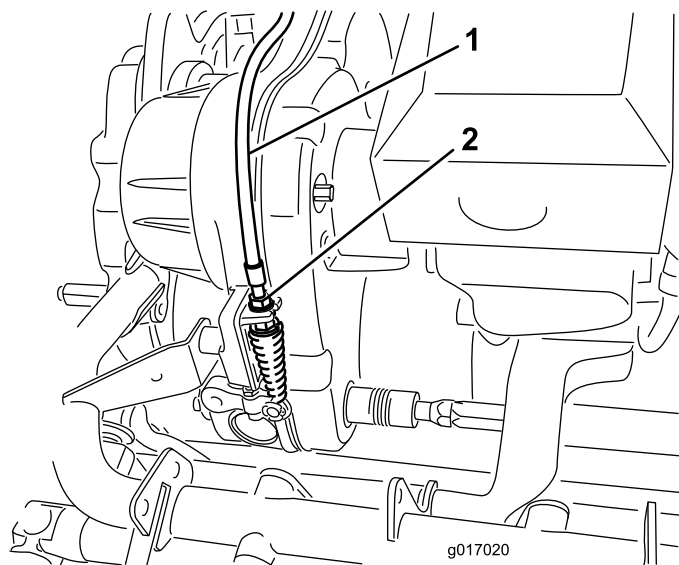

Рисунок 47
2. На переходнике трансмиссии отрегулируйте трос управления барабаном (Рисунок 47) так, чтобы длина пружины составила 70,6– 72,4 мм.